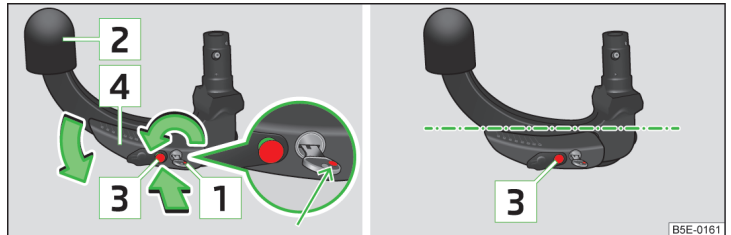

Abb. 122 Bereitschaftsstellung einstellen / Bereitschaftsstellung
- Den Schlüssel drehen, sodass seine rote Markierung **1** » Abb. 122 sichtbar ist.